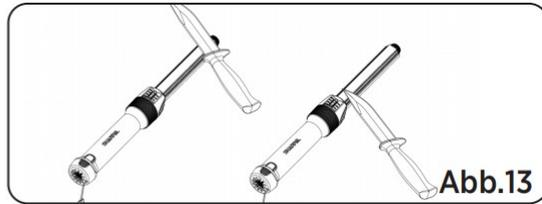

Abb.13
2. Wenn die Klinge die Oberseite des Lederriemens erreicht, drehen Sie sie um, um die andere Seite abziehen. Die Schneide sollte zur Oberseite des Riemens zeigen. **ZIEHEN** Sie die Klinge **ZUM** Griff, um die gesamte Schneide abziehen (siehe Abb. 13).